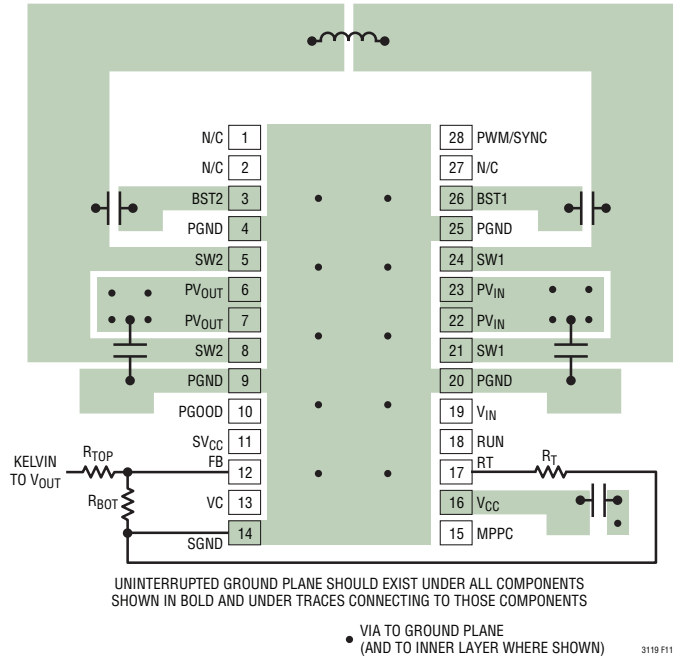

図11. FEパッケージの推奨PCBレイアウト
LTC3119 の昇降圧コンバータは大きな電流を高い周波数でスイッチングします。ノイズのない安定した効率の良いアプリケーション回路にするには、PC 基板レイアウトに特に注意する必要があります。図 11 と図 12 は各パッケージの代表的な PCB レイアウトで、主な検討事項のいくつかを示しています。主なガイドラインを以下に説明します。
1. 循環する全ての高電流経路の寄生インダクタンスと寄生抵抗を最小限に抑えます。これは図 11 と図 12 の太線で表されている全ての部品への配線をできるだけ短くかつ幅広くすることによって実現できます。コンデンサのグラウンドは、できるだけ短い配線を用い、ビアを使ってグラウンド・プレーンに接続します。PV_{IN}、PV_{OUT}、および V_{CC} のバイパス・コンデンサはできるだけデバイスの近くに配置し、グラウンドへの経路をできるだけ短くします。
5. グラウンド・プレーンの大きな循環電流が LTC3119 の動作を妨害しないように、全ての小信号グラウンドは専用のケルビン (4 線) 配線を経由して GND に直接戻します。これには、図 11 と図 12 に示すように、RT ピンの抵抗のグラウンド接続と帰還ネットワークのグラウンド接続が含まれます。